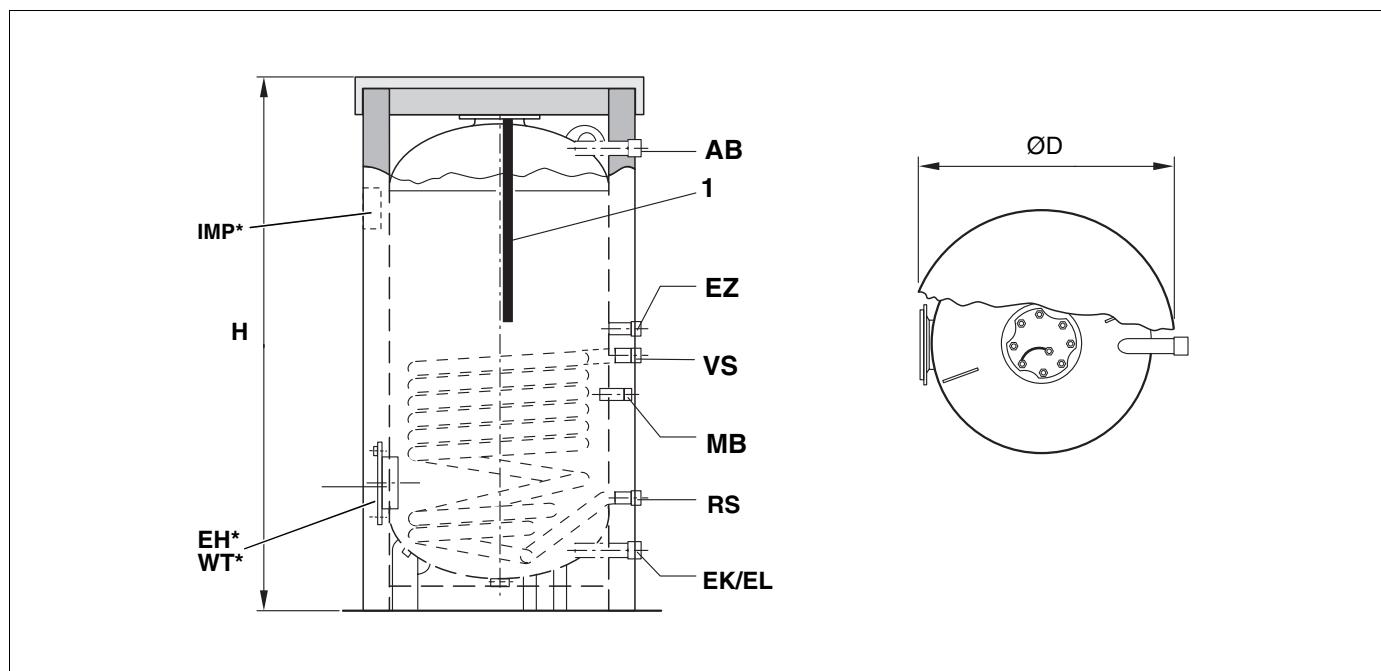

Рис. 2 Размеры и подключения
- Установить датчики в гильзу на задней стороне бака водонагревателя (рис. 2, стр. 4).